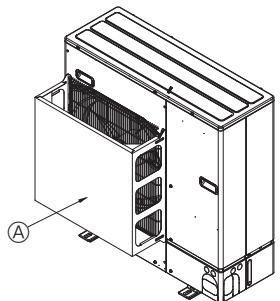

Fig. 2-5
- ② Τοποθετήστε έναν προαιρετικό οδηγό αέρα, αν πρόκειται να εγκαταστήσετε τη μονάδα σε σημεία όπου υπάρχει ο ενδεχόμενο να φυσούν απευθείας στο στόμιο εξαγωγής του αέρα πολύ δυνατοί ανέμοι κτλ. (Fig. 2-5)